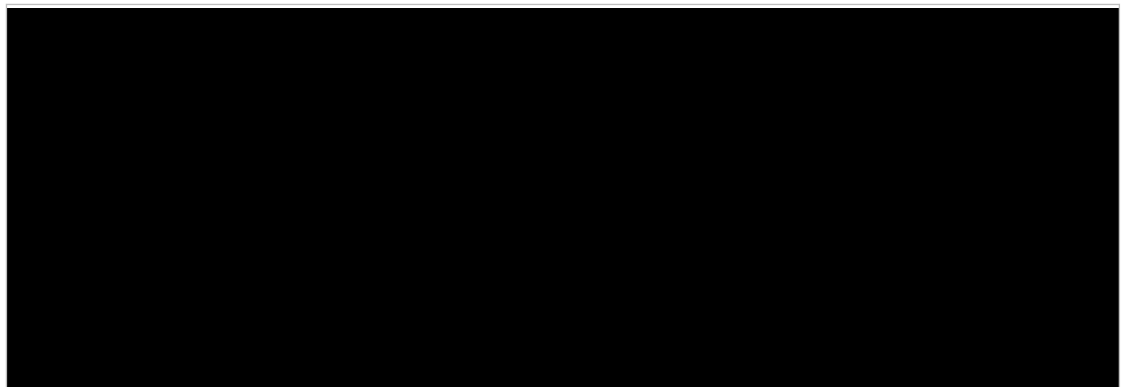

Fig. 77 Voorbeeld: Kraanhaak in strijd met de voorschriften ingehaakt
- Hijs de machine nooit met een kraan, zie afbeelding 77.